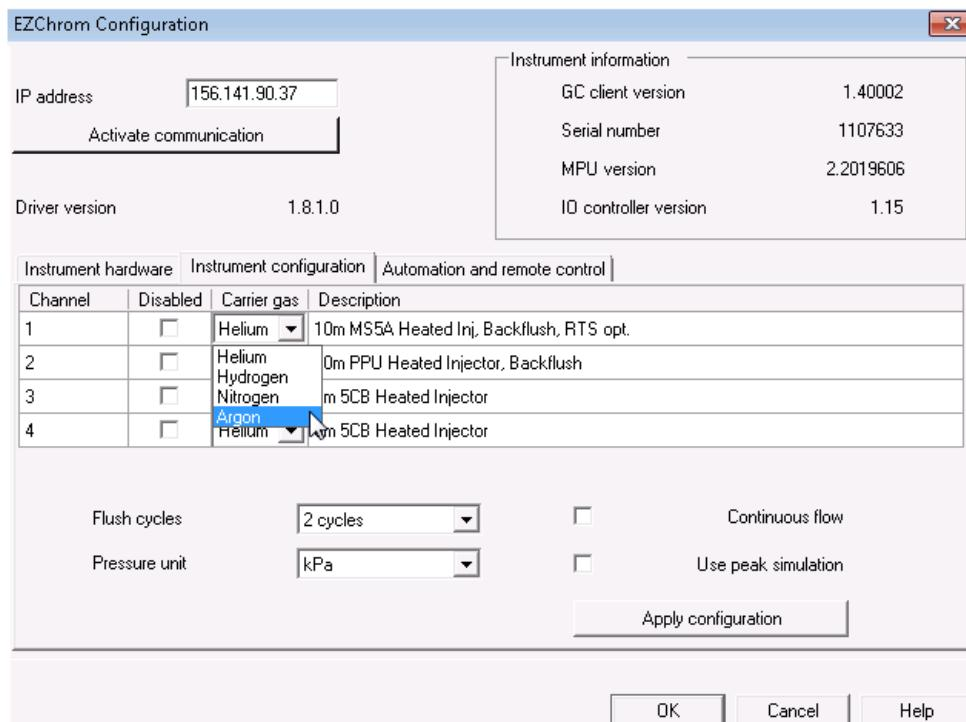

Figura 31 Pestaña **Instrument configuration** (Configuración del instrumento)
- 5 En la lista **Carrier gas** (Gas portador), seleccione **Argon** (Argón). Consulte la Figura 31.